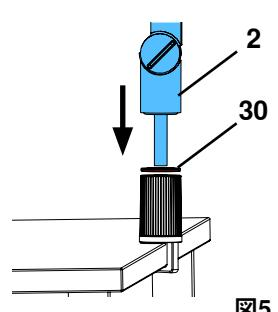

図4
- ⇒ 万能クランプ付きベースを作業台の後側か横側に取り付けます (図4)。